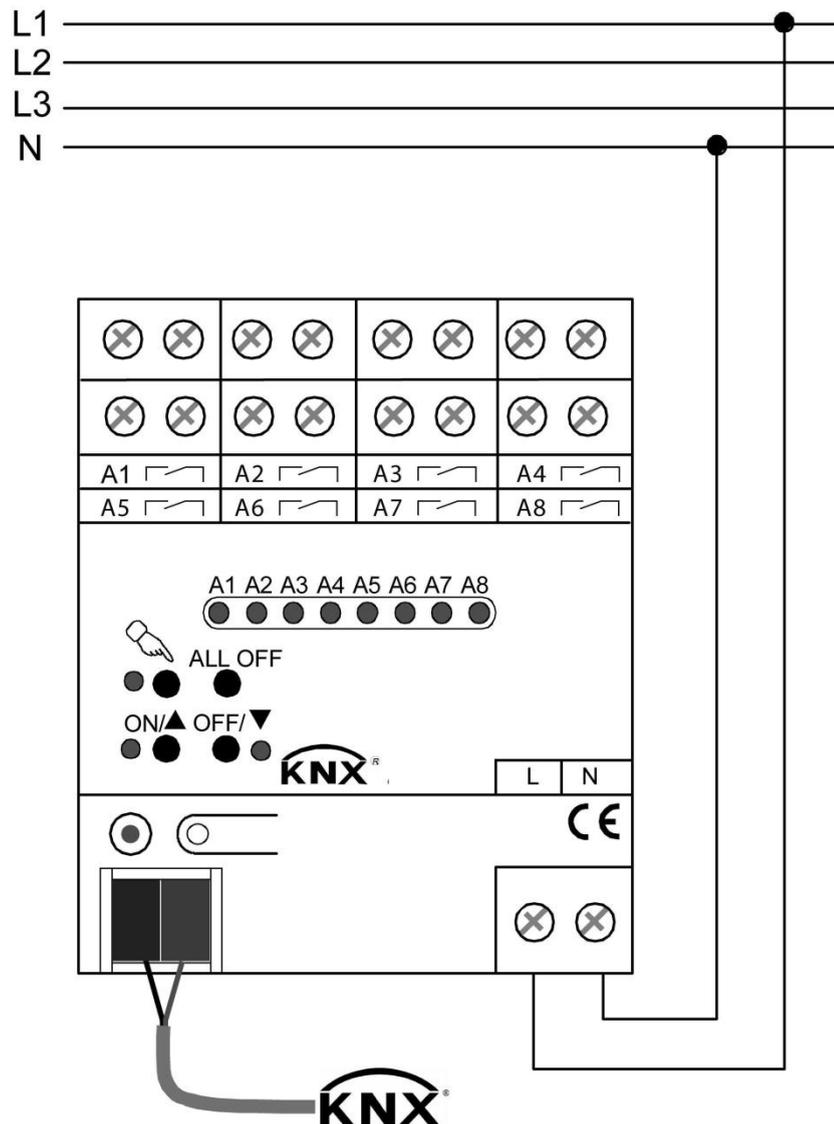

Bild 2: Elektrischer Anschluss der Netzspannungsversorgung
- Der Busanschluss (Standard-Busklemme) und der Anschluss der Netzspannungsversorgung ist gemäßfolgendem Anschlussschema vorzunehmen (siehe Bild 2).